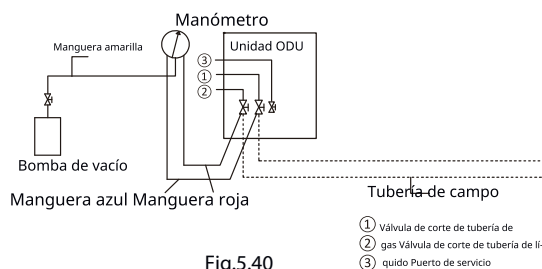

Fig.5.39
8. Purgue las otras aberturas de la misma manera, trabajando en secuencia desde la unidad interior A hacia las unidades exteriores. Consulte la Fig.5.39